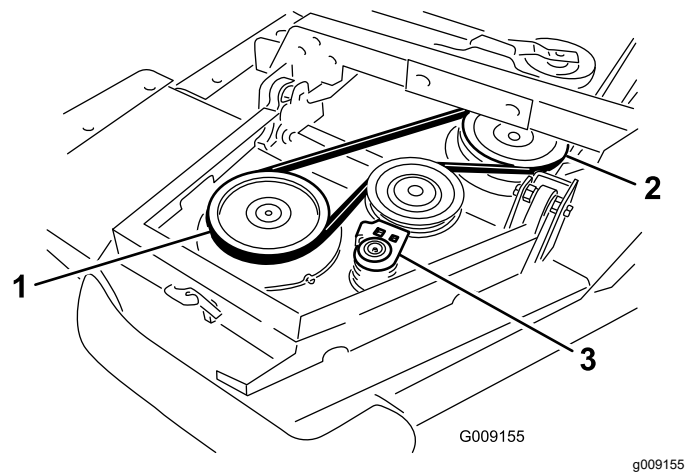

Figure 5
- A. Commencez par chausser la courroie autour de la poulie d'axe du plateau d'extrémité et de la poulie d'axe du plateau avant (Figure 5).
- B. À l'aide d'une clé à cliquet ou d'un outil similaire, éloignez la poulie de tension des autres poulies (Figure 5).